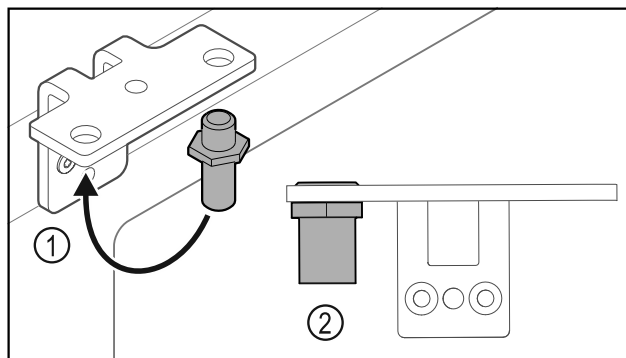

Fig. 36
- Ktheni bulonin Fig. 36 (1) në profilin e menteshës në anën tjetër.
- Shtrengoni bulonin Fig. 36 (2) me **momentin e rrotullimit prej 12 Nm**.